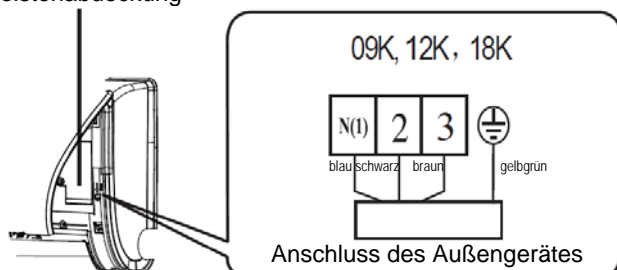

Abb. 6
2. Klemmleistenabdeckung abnehmen, wie im Bild 6 dargestellt.